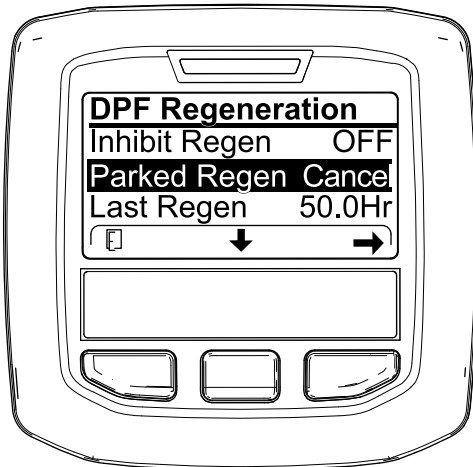
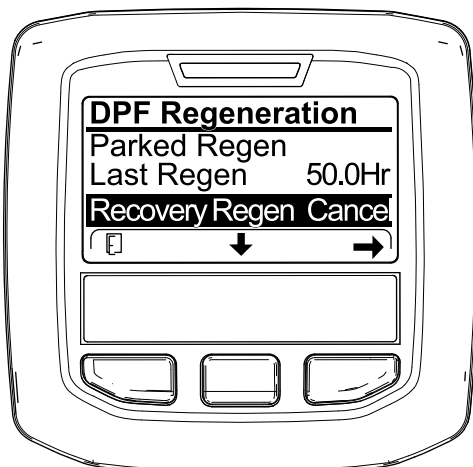

Figura 87
Figura 88
1. Vaya al menú de Regeneración del DPF (Figura 87).
2. Pulse el botón central para desplazarse hacia abajo a CANCELAR REGENERACIÓN ESTACIONARIA (Figura 87) o CANCELAR REGENERACIÓN DE RECUPERACIÓN (Figura 88).
3. Pulse el botón derecho para seleccionar la opción Cancelar (Figura 87 o Figura 88).